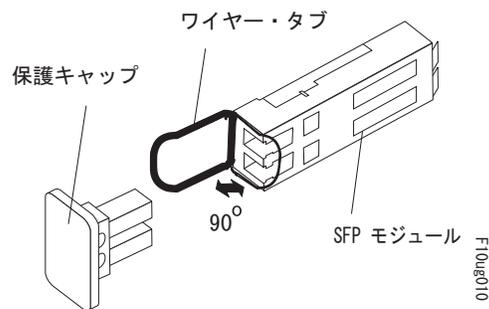

図 76. SFP モジュール・ラッチのアンロック - ワイヤー・タブの場合
- ワイヤー・タブが入っている SFP モジュールの場合は、図 76 に示すように、ワイヤー・ラッチを外側に 90° 引いて SFP モジュールのラッチをアンロックします。